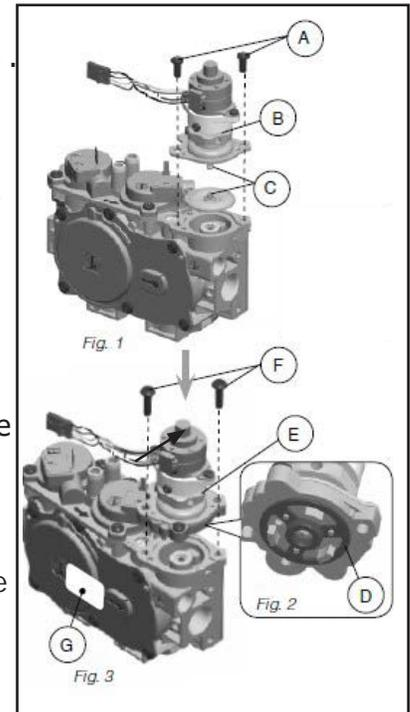

Figure 11 : 885 Vanne à gaz
- Convertir la vanne à gaz SIT (Figure 11) :